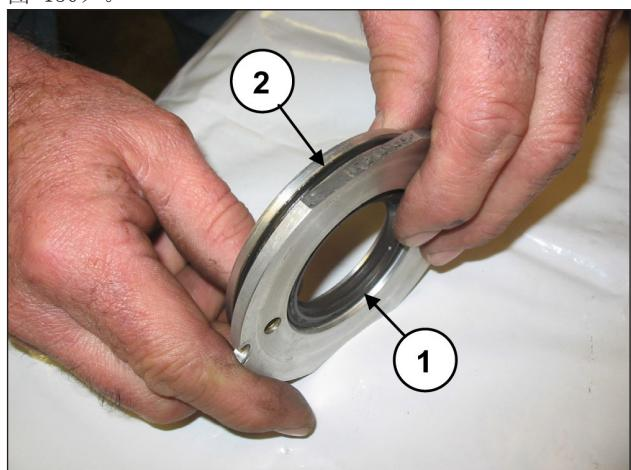

图 130
更换油封（位置①，图 130）和外部O形圈（位置②，图 130）。